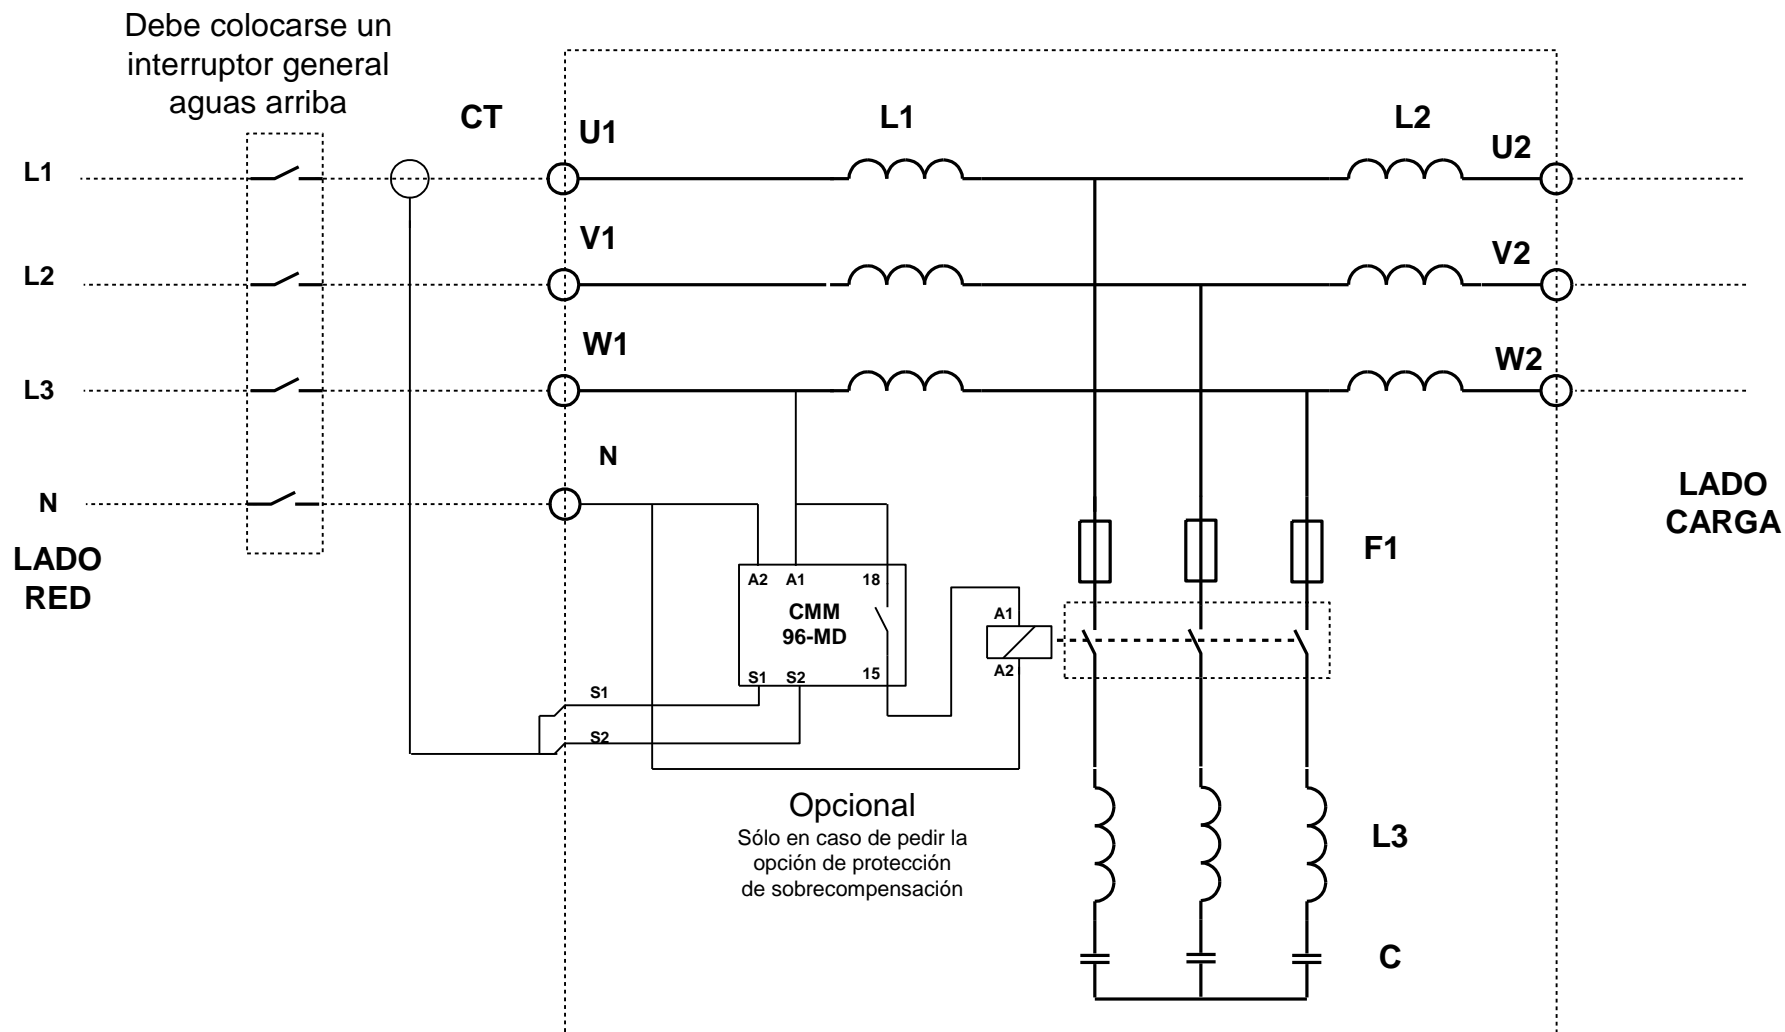

Fig. 3.- Diagrama esquemático
5.3 Conexión del circuito de potencia. (ver esquemas en la fig 3)